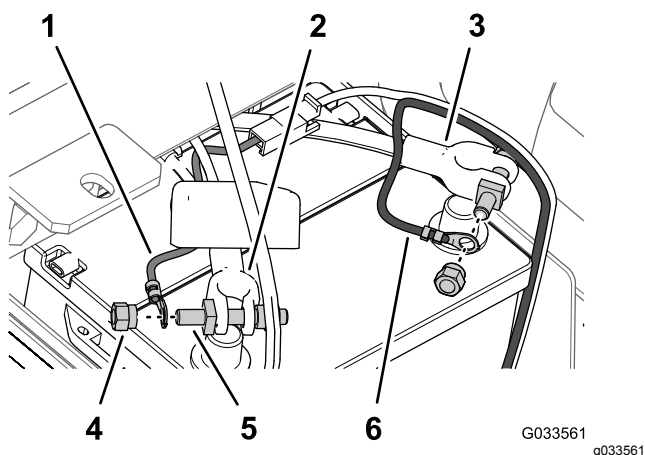

Рисунок 31
6. Прикрепите круглую клемму плавкой перемычки (жгут проводов опрыскивателя) с помощью зажимной гайки к штырю болта клеммы, который был установлен на положительный кабель аккумуляторной батареи (Рисунок 31).
7. Прикрепите круглую клемму отрицательного провода (черный — жгут проводов опрыскивателя) с помощью зажимной гайки к штырю болта клеммы, который был установлен на отрицательный кабель аккумуляторной батареи (Рисунок 31).